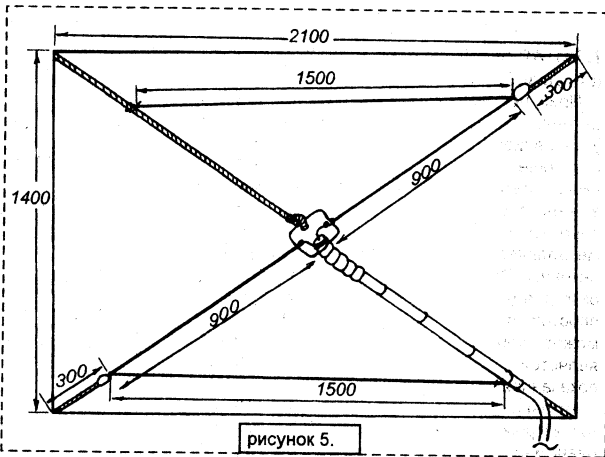

рисунок 5.
5. Z-АНТЕННА (рисунок 5).
Конструкция антенны показана на рис.5. По одной диагонали окна растянута часть диполя длиной плеч по 90 см. По другой диагонали окна был натянут капроновый шнур, к нему прикреплен коаксиальный кабель и остальные «усы» диполя, длиной по 150 см. Общая первоначальная длина плеч антенны была равна 270 см.